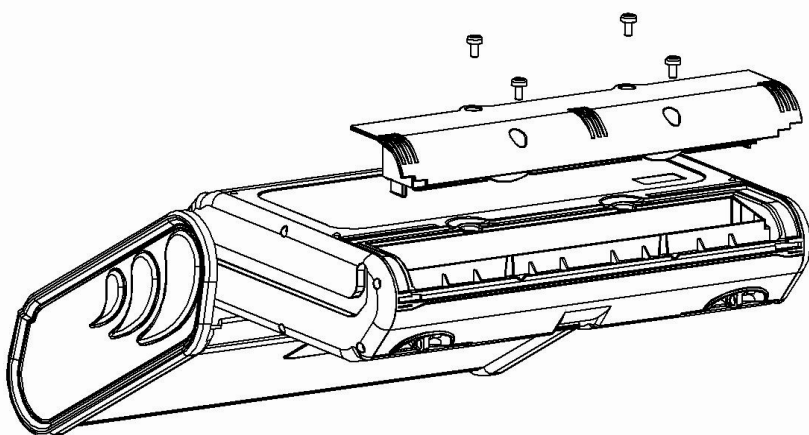

Fig. 7.1. Reemplazo del paquete de baterías
- desenroscar 4 tornillos que sujetan el contenedor para las baterías/pilas (en la parte inferior de la carcasa – **Fig. 7.1**),